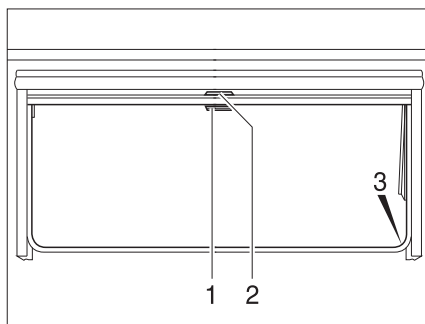

Bild 44 Överkantshängda fönster
- Drag ned mörklägningsrullgardinen med handtaget (Bild 44,2). När mörklägningsrullgardinen dras ned helt fäster man det i spärrarna (Bild 44,3) på båda sidorna på fönsterkarmen.
- När mörklägningsrullgardinen är helt neddragen: Tryck ned handtaget (Bild 44,2) och drag det något inåt. Nu kan man ta loss mörklägningsrullgardinen ur spärrarna på båda sidorna av fönsterkarmen.
- När mörklägningsrullgardinen inte är helt neddragen: Drag handtaget (Bild 44,2) lätt nedåt tills spärren släpper.
- Drag ner insektsnätet med handtaget (Bild 44,1) och fäst det i spärrarna (Bild 44,3) på båda sidorna av fönsterkarmen.
- Tryck ned handtaget (Bild 44,1) och drag det något inåt. Lossa insektsnätet ur spärrarna på båda sidorna av fönsterkarmen.